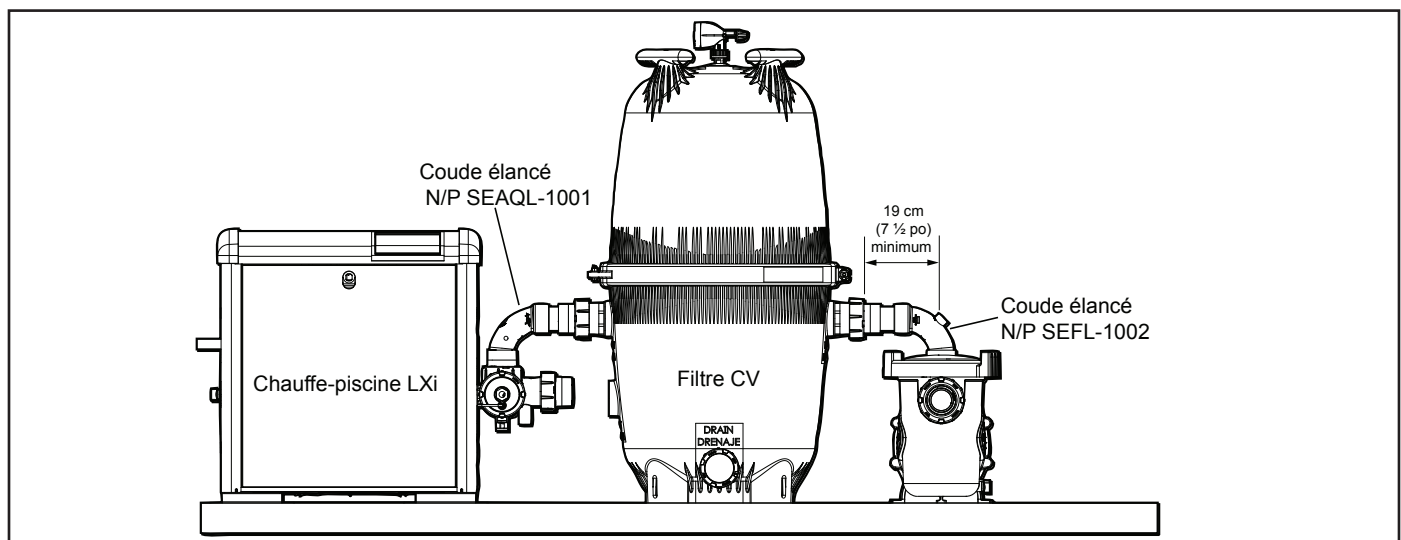

Figure 8. Chauffe-piscine LXI, Installation du filtre CV et du coude élargé de la pompe SHP
- b. S'assurer qu'il y a une distance minimale de 18,75 cm (7 ½ pouces) entre le centre de l'orifice de sortie de la pompe et la paroi du filtre d'entrée pour accueillir le(s) coude(s) élargé(s). Voir la Figure 8 pour la configuration d'installation recommandée.
REMARQUE La pompe SHP illustrée à la Figure 8 est à titre de référence seulement. Le coude élargé Jandy est compatible également avec les pompes des séries MHP et PHP.